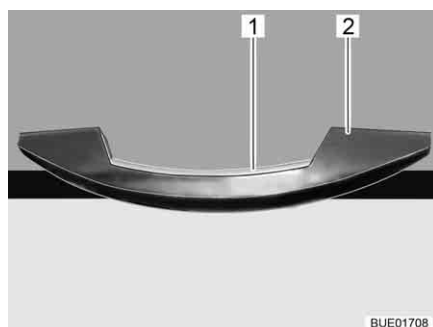

Fig. 59 Poignée avec barre de déverrouillage (exemple)
- Pousser la barre de déverrouillage (Fig. 59,1) et la maintenir poussée.
- Tirer sur la poignée (Fig. 59,2) jusqu'à ce que l'abattant de placard s'ouvre.